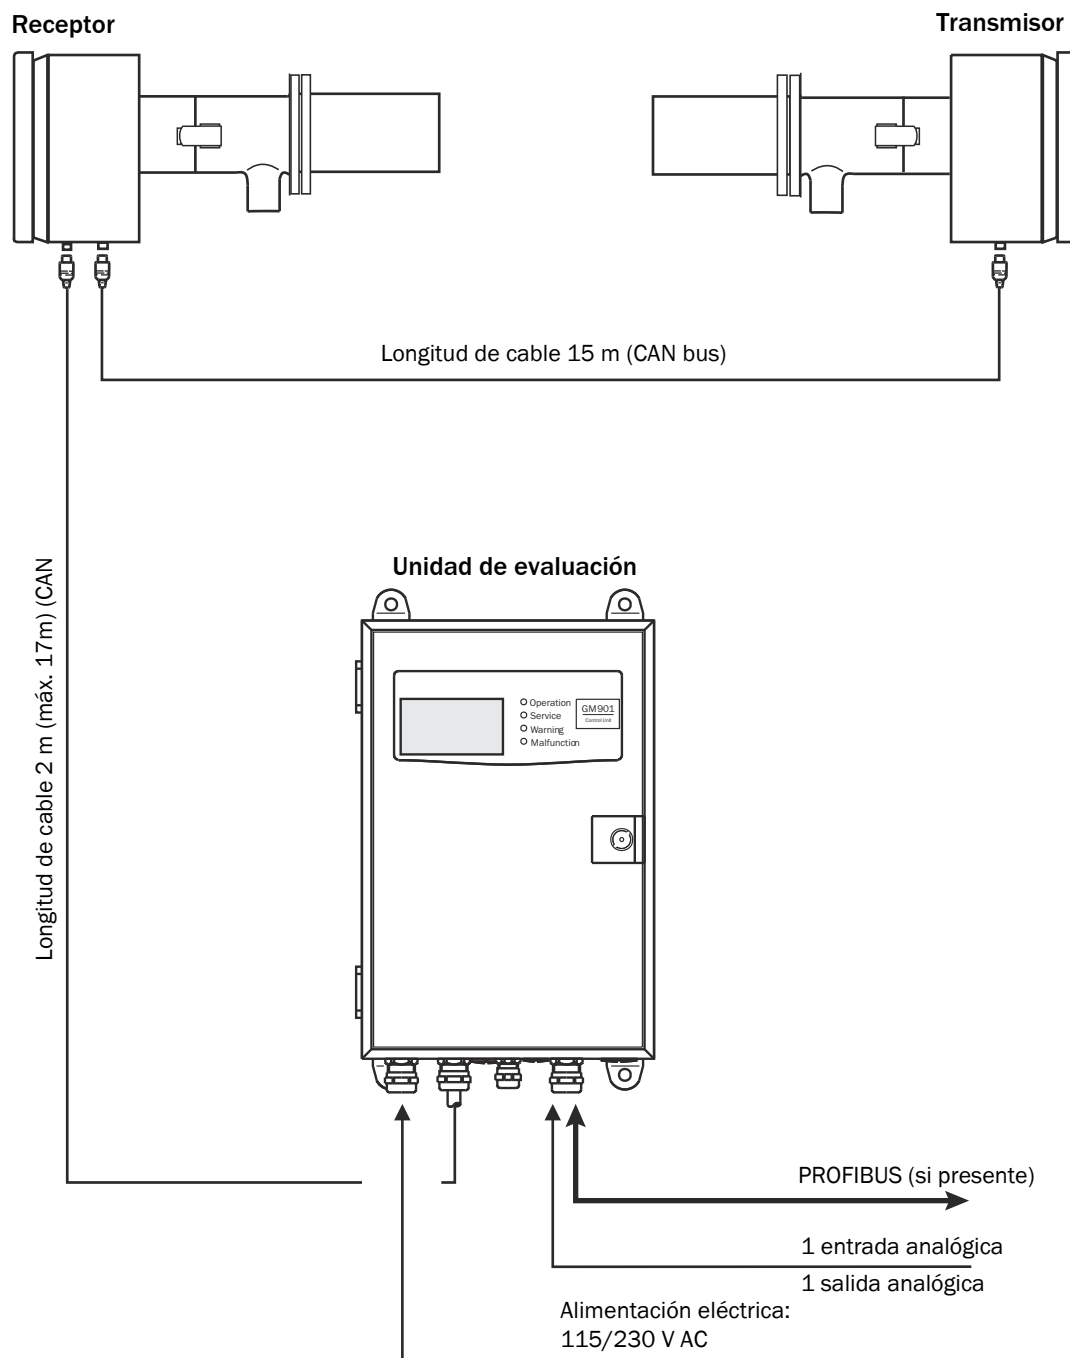

Fig. 19 Conexiones eléctricas GM901 (estándar)
- Conecte los componentes del sistema como indicado en la Fig. 19.